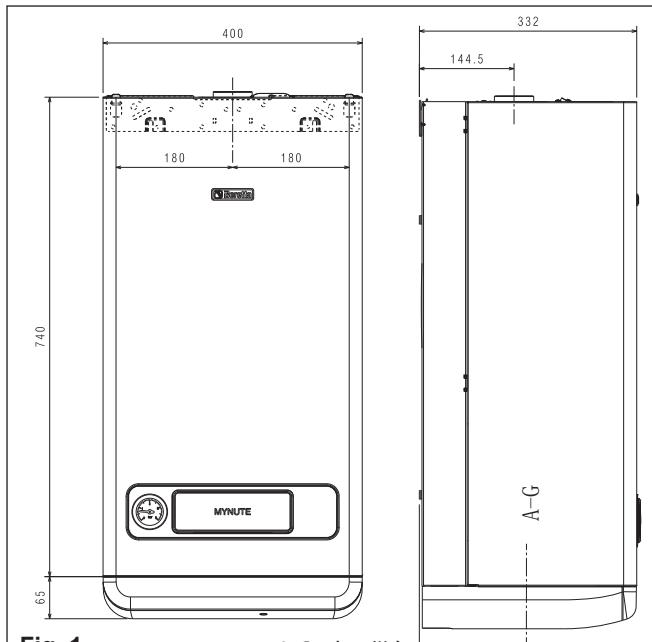
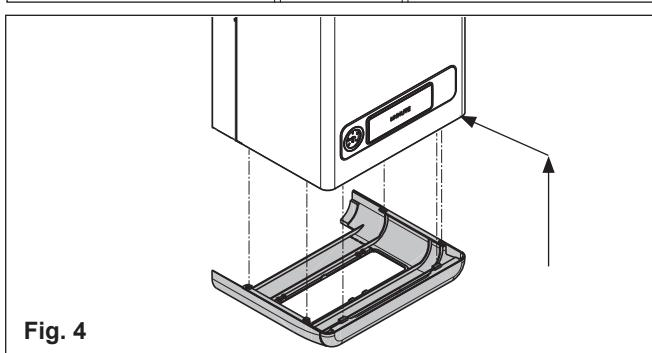

Fig. 1
Fig. 4
1. 锅炉安装 (Fig.1-Fig.4)
- 至少为锅炉预留最小的防火与维护空间 (Fig.4)。
3. 底盖 (FIG. 4)